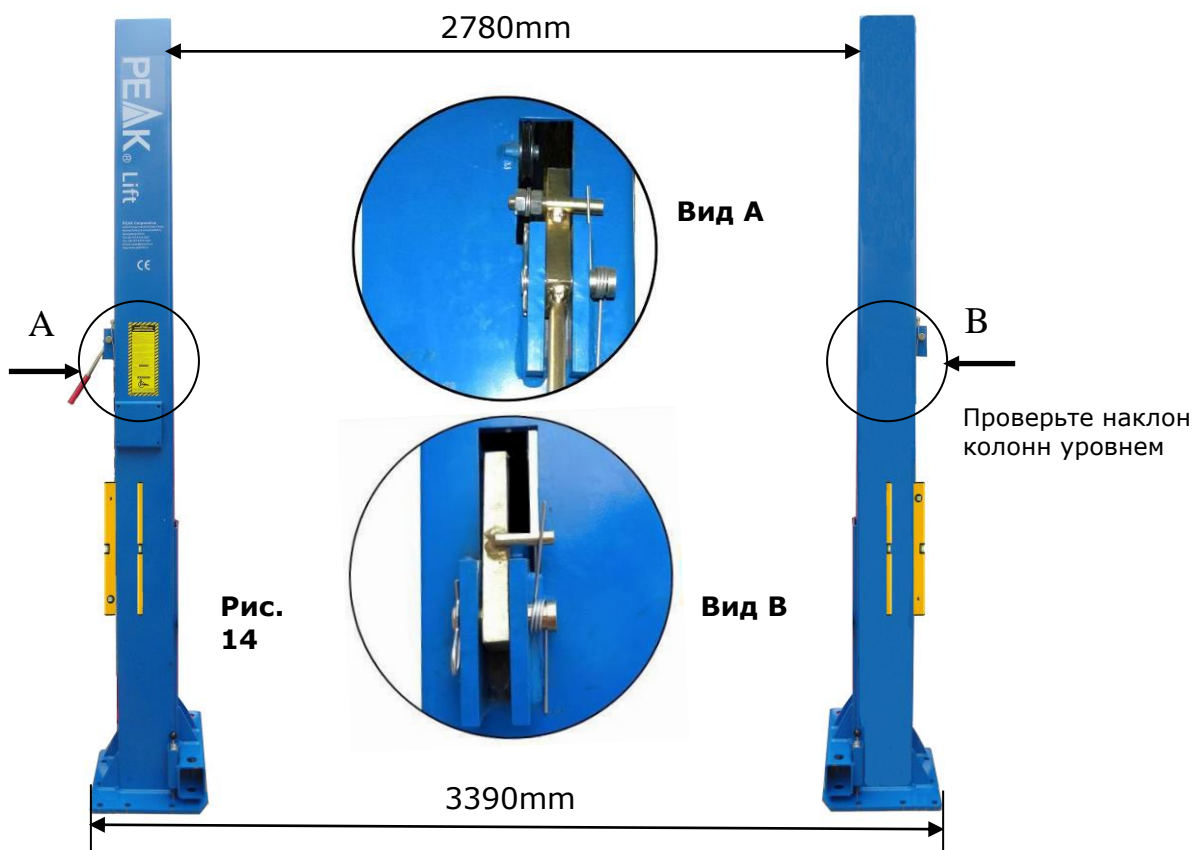

Рис. 14
**Ф. Фиксация колонн и установка стопоров (См рис. 14).**